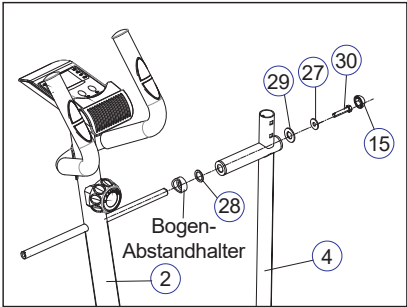

Abb. 8
Befestigen Sie den Bogenabstandshalter (der Bogen ist nach innen gerichtet), die elastische $\Phi 16$ Waveform-Scheibe(28) und den rechten Schwenkarm(4) nacheinander an der rechten Schwenkwelle der Mittelstange(2). Verwenden Sie den verwendeten Multifunktionsschlüssel(39), $\Phi 16$ D Unterlegscheibe 32x16,2 (29), $\Phi 8*22$ Unterlegscheibe Unterlegscheibe (27) und M8x20 Sechskantschraube (30) festziehen und mit der mit der Abdeckmutter s=13(15). (siehe Abb.8)